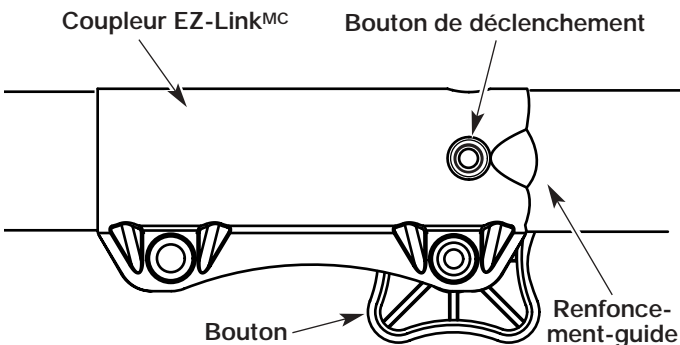

Fig. 19
1. Dévissez le bouton vers la gauche (Fig. 19).
2. Appuyez sur le bouton de déclenchement et maintenez-le enfoncé (Fig. 19).
**NOTE** : aligner le bouton de déclenchement avec le renforcement-guide facilitera l'installation (Fig. 19).